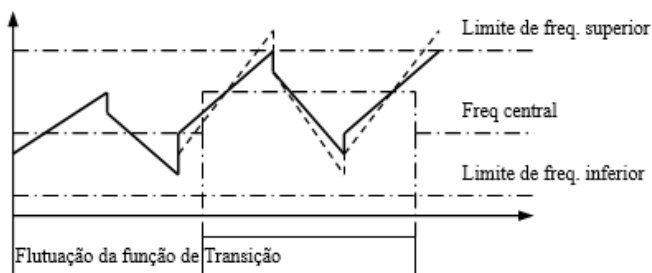

Fig.6-25 Flutuação da função de transição
- 19: Limite superior/inferior Da freq. de transição atingido. Após selecionar a função de transição, o inversor envia um sinal caso a frequência flutuante baseada na freq. central da função exceder os limites superior e/ou inferior ajustados em F0.19 e F0.20, conforme mostra a Fig. 6-25.
Esta função complementa a função 1 da Tabela 6-6. Quando a frequência de saída atingir o valor superior/inferior programado, este enviará um sinal de saída, conforme mostra a Fig.6-25.